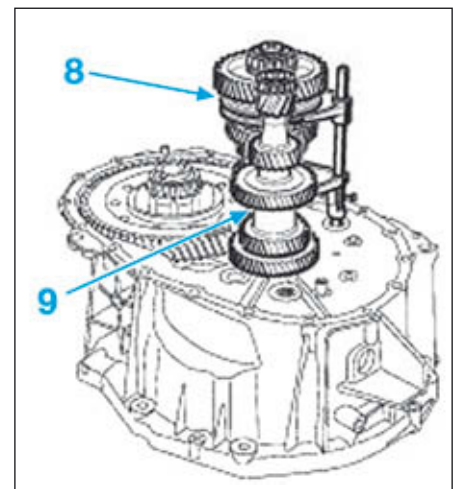

FIG.23
• Déposer l'ensemble arbre secondaire long (8) (Fig.23) avec la fourchette et l'arbre primaire (9).